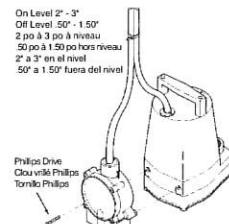

Figure 1
1. Consulter la Figure 1 pour l'installation de la pompe 5-MSP de Little Giant. Fixer le RS-5LL directement au boîtier de la pompe 5-MSP à l'aide des deux clous vissés Phillips fournis, tel qu'indiqué à la Figure 1. Utiliser les attaches de câble fourries pour fixer les cordons d'alimentation ensemble. Pour s'assurer du bon fonctionnement de